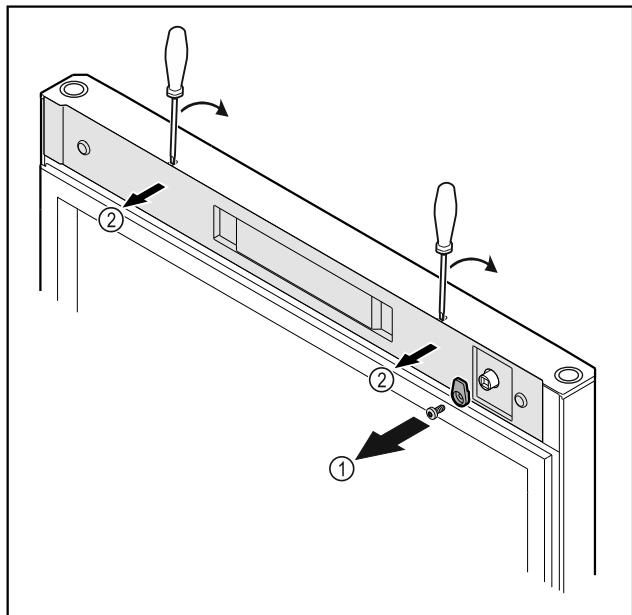

Fig. 11
- Skru låsekrogen Fig. 11 (1) af.
- Klik afdækningen Fig. 11 (2) ud med en lille skruetrækker, og tag den af.